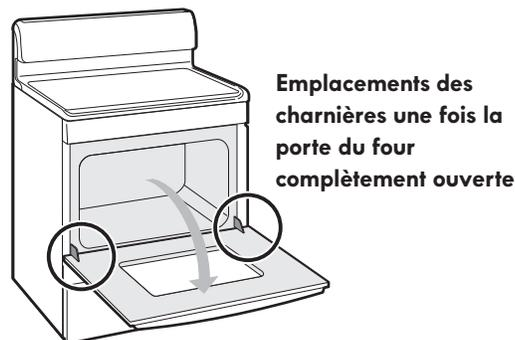

Figure 55 : Emplacements des charnières de la porte du four
1. Ouvrez complètement la porte du four (de façon à ce qu'elle soit parallèle au sol - Figure 55).
3. Ouvrez complètement la porte du four (parallèlement au sol - Figure 55).